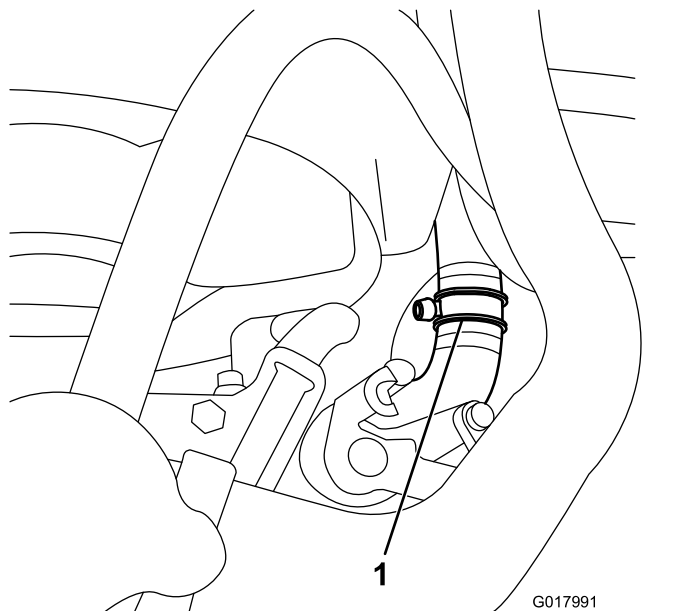

Рисунок 27
3. Разрежьте нижний шланг радиатора на расстоянии примерно 54 мм от конца шланга, идущего в радиатор (Рисунок 27).
4. Вставьте тройник в разрез нижнего шланга радиатора, закрепив соединение с помощью двух широких шланговых хомутов (Рисунок 27).